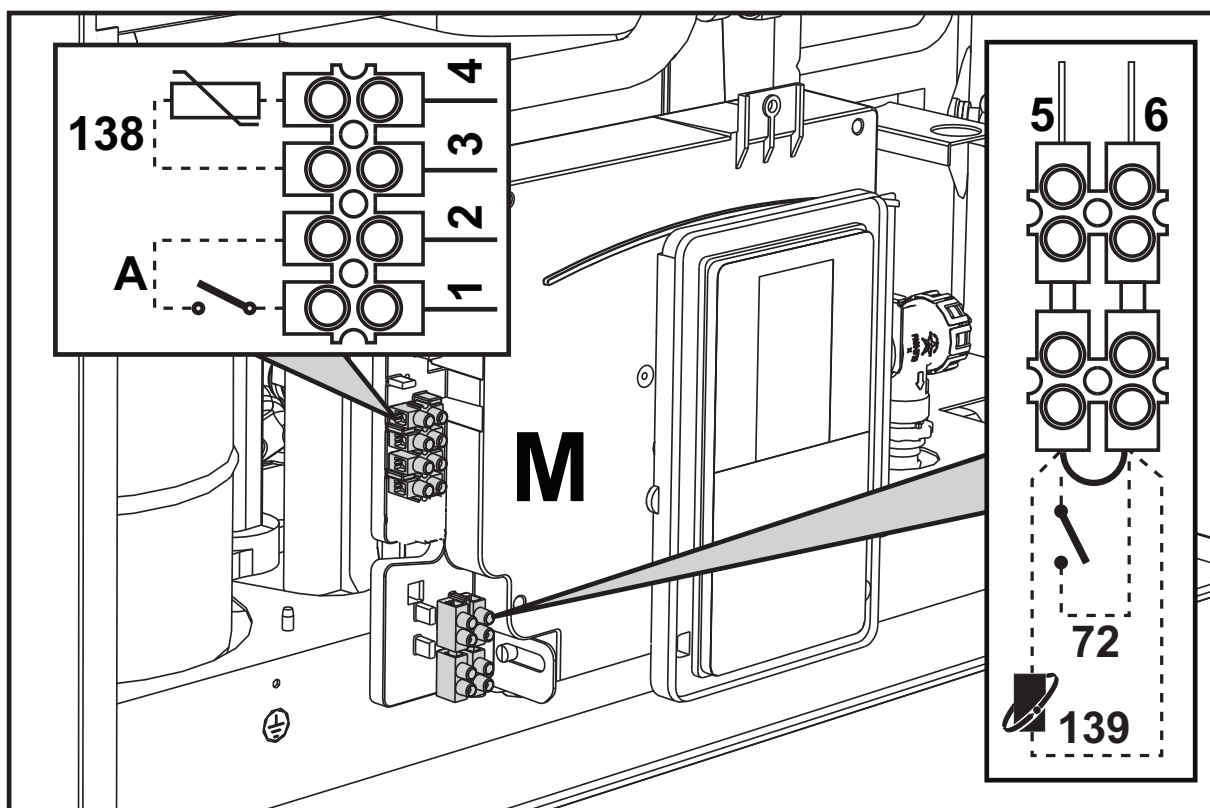

fig. 28
Después de quitar el panel frontal ("Apertura del panel frontal" en la pág. 109) es posible acceder a las borneras (M) y al fusible (F) como se indica a continuación. **Los bornes indicados en la fig. 28 deben tener contactos secos (no 230 V).** La posición de los bornes para las diferentes conexiones también se ilustra en el esquema eléctrico de la fig. 64.
Configuración del interruptor ON/OFF (A fig. 28)